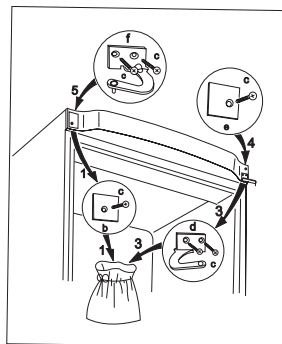

Рис. 1
- Достать из пластикового пакетика верхний держатель двери (f) и заглушку (c) и закрепить при помощи винта (c) (рис. 1).